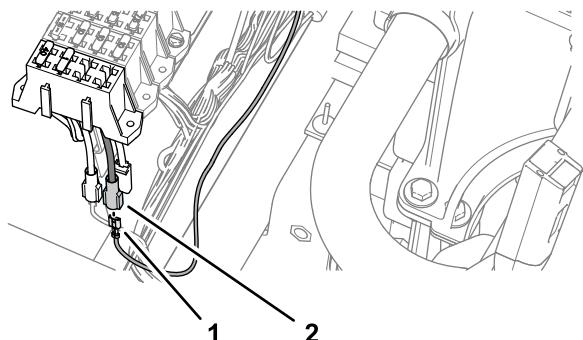

図 99
- SWITCHED PWRというラベルが付いたキットのワイヤーハーネスの端子を、ヒューズブロックのオプション電源用ブレードコネクタに差し込みます(図99)。